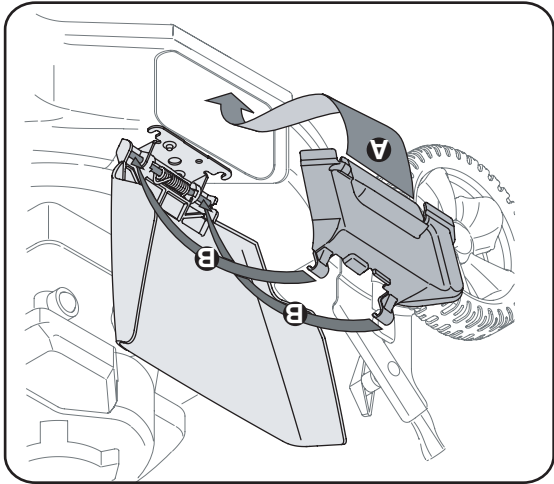

Figure 7
7. Si votre tondeuse est équipée d'un déflecteur de déchiquetage en option, installez-le comme à la Figure 7.